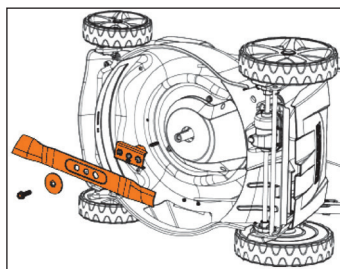

Рис. 19
- Для замены ножа (Рис. 19) газонокосилки положите ее набок.